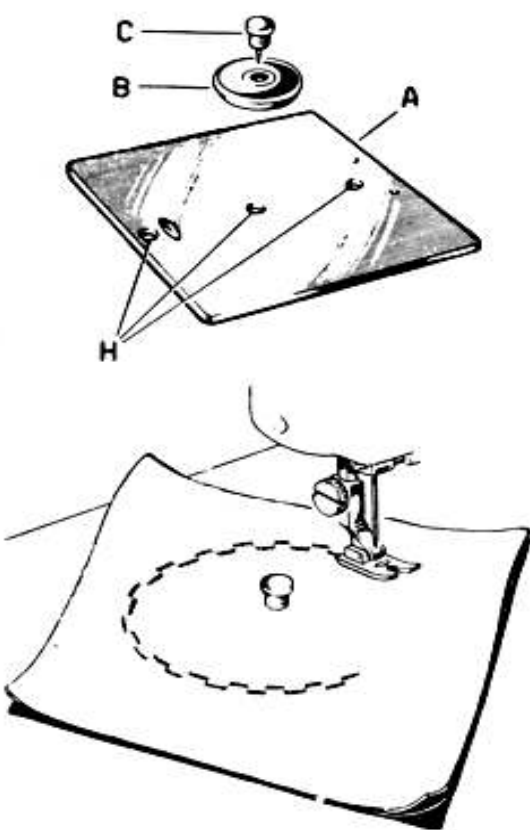

Fig. 28
- Insert small rubber stopper « B » (Fig. 28) in one of the holes « H » of slide plate « A ».